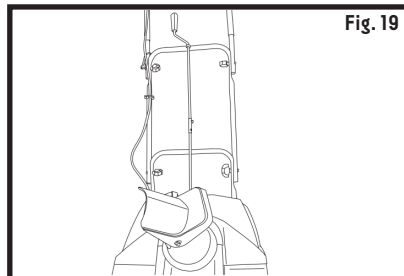

Fig. 19
1. La goulotte d'éjection peut être réglée à 180° en tournant la manivelle de la goulotte. Tournez la manivelle dans le sens horaire pour déplacer la goulotte d'éjection vers la gauche (fig.18) et dans le sens antihoraire pour la déplacer vers la droite (fig.19).